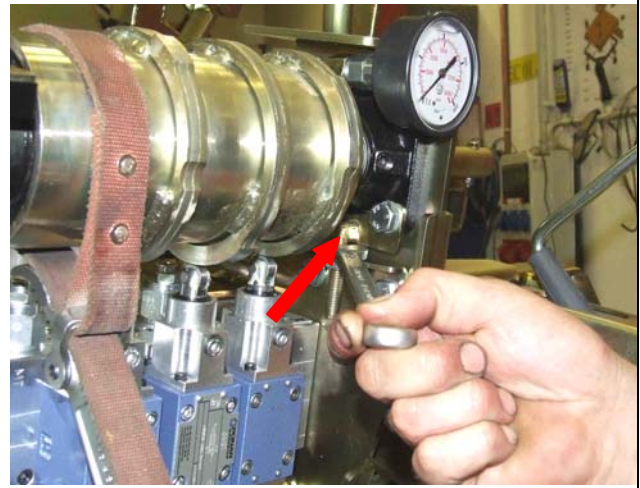

Fig.22
22. Kiristä ylempi lukkomutteri (rummun oikealla puolella) → Fig.22